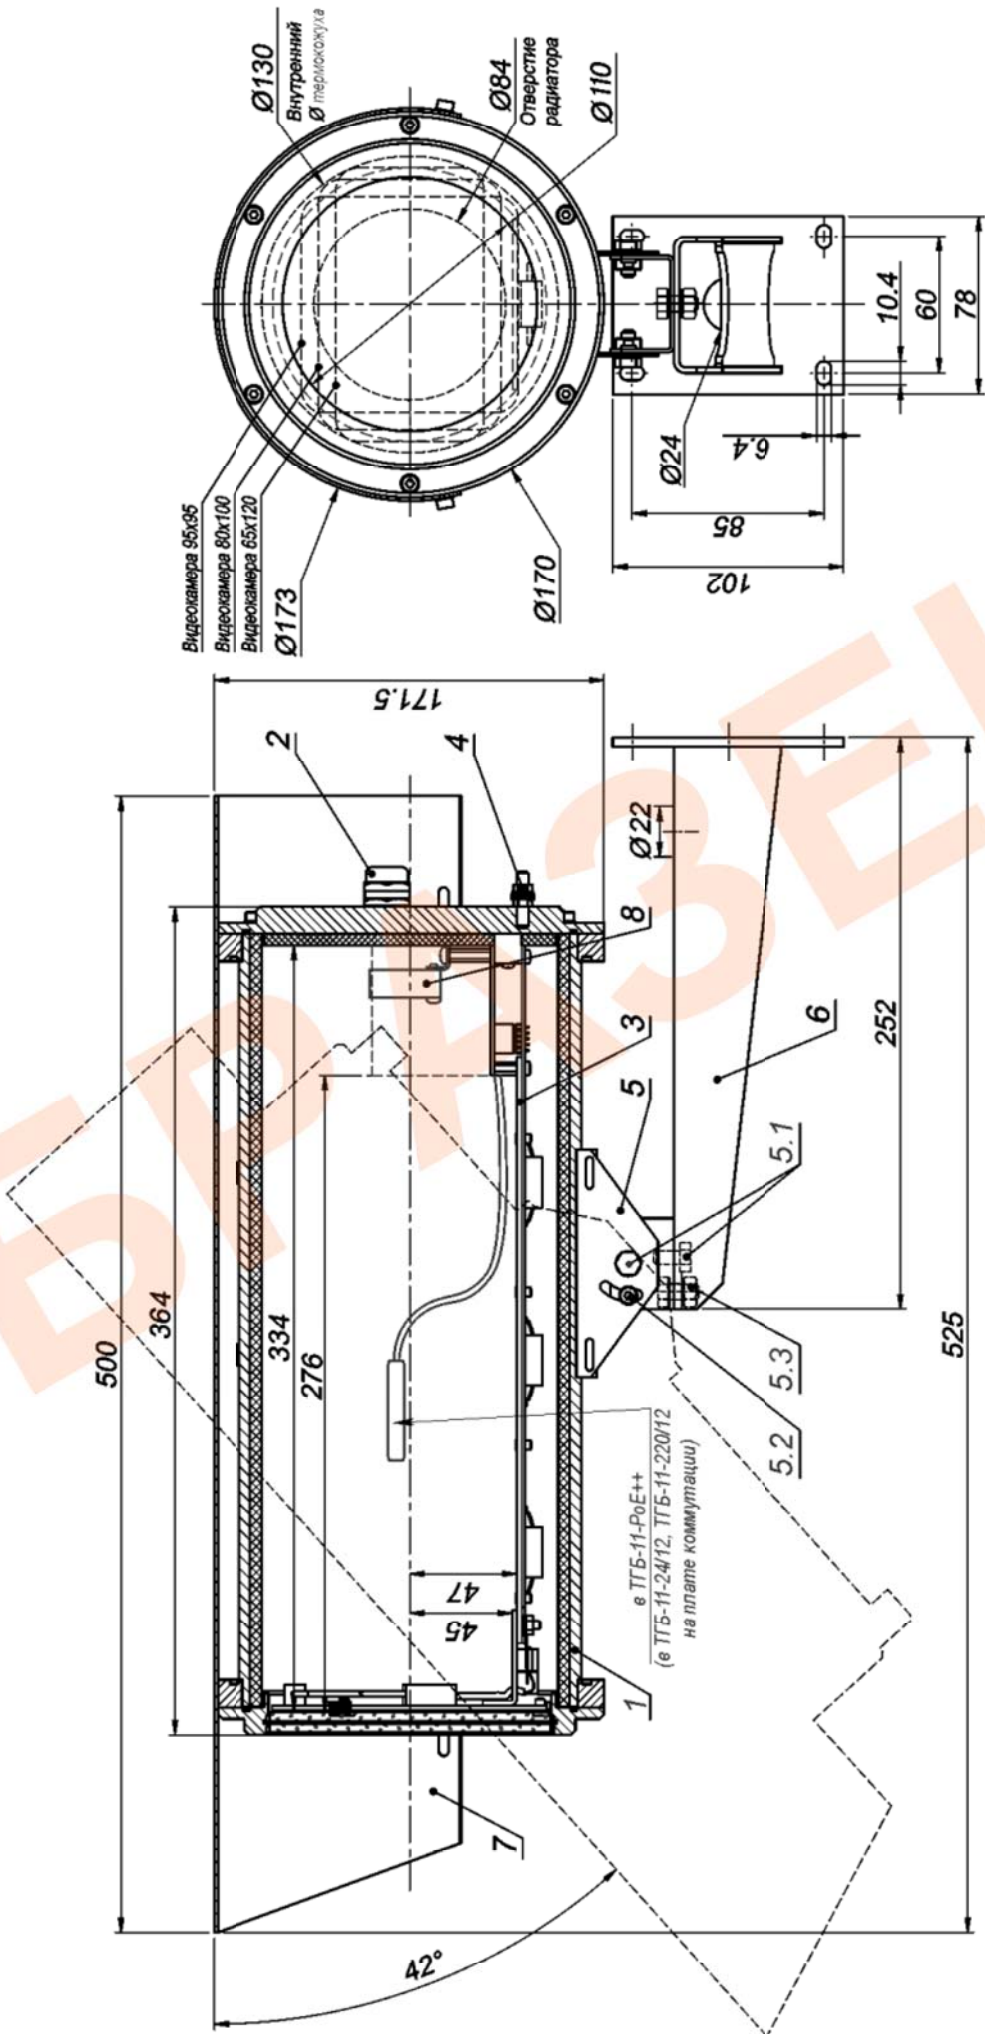

Рисунок 1 – Состав, габаритные и установочные размеры термокожуха
В состав изделия входят (см. рисунок 1):
2. Выдвинуть модуль для установки видеокамеры 3 (рисунок 1) из кожуха.
10. Ослабив болты и винты фиксации шарнира 5.1, 5.2 (рисунок 1), установить термокожух на нужное направление обзора, после чего надежно зафиксировать шарнир, затянув гайку.
11. Заземлить термокожух с помощью клеммы заземления 4 (рисунок 1).